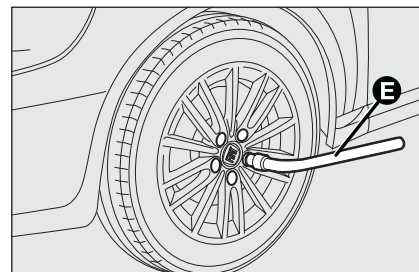

fig. 7
- allentare di circa un giro i bulloni di fissaggio, utilizzando la chiave in dotazione **E-fig. 7**; per vetture dotate di cerchi in lega, scuotere la vettura per facilitare il distacco del cerchio dal mozzo della ruota;